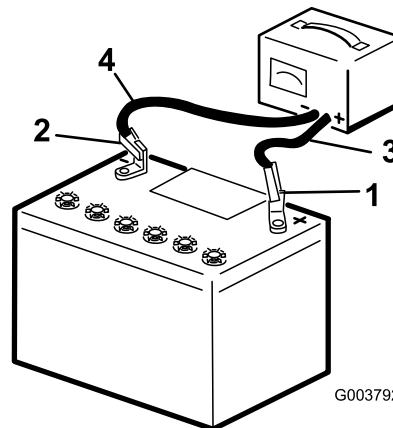

Figura 32
2. Caricate la batteria per 10 o 15 minuti a 25 – 30 A o 30 minuti a 4 – 6 A (Figura 32). Non sovraccaricate la.
3. Quando la batteria è completamente carica, staccate il caricabatterie dalla presa elettrica e scollegate i cavi di ricarica dai poli della batteria (Figura 32).